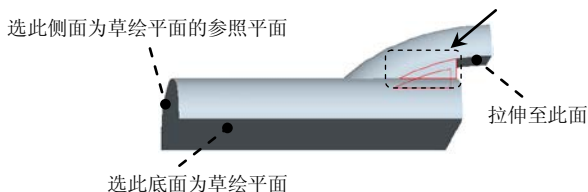
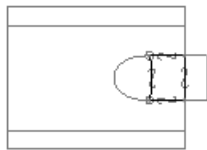

图 5.35.2 实体拉伸特征 2
图 5.35.3 特征截面草图
Step2. 添加图 5.35.2 所示的实体拉伸特征 2：选择下拉菜单 **插入(I) → 拉伸(E)...** 命令；草绘平面及草绘平面的参考平面如图 5.35.2 所示，参照方向是 **左**；特征的截面草图如图 5.35.2 所示（四条边线均为“使用边”）；拉伸方式为 **至曲面**（即至曲面），然后选择图 5.35.3 所示的曲面。